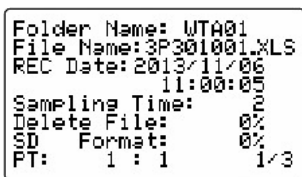

Imagen 2 (5-13)
- En la pantalla de ajustes (según **Imagen 2**), pulsando la tecla EXIT (✱) (3-9, Figura 1), se abandona la pantalla de ajustes.